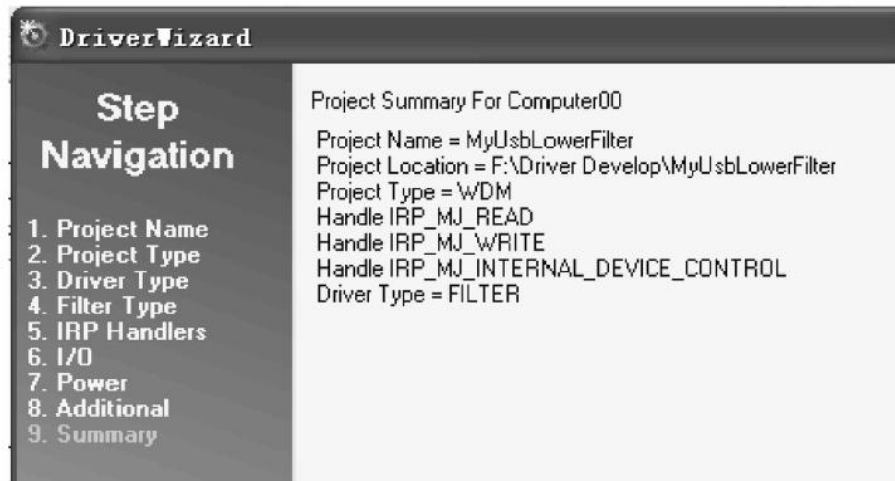

图 10.2.9 查看总结信息
(9) 查看总结信息, 在这里可以大致检查一下设置是否正确, 如果发现有错误, 还可以后退修改。确认无误后, 就可以单击 Finish 按钮完成向导了, 如图 10.2.9 所示。
(10) 编译工程。选择驱动工程, 编译, 同样会出现找不到 ntstrsafe.lib 的错误, 在工程的 Settings 里将 ntstrsafe.lib 删除即可(参看第 9 章)。编译成功之后, 就会在相应的目录(调试和发布版)下生成一个 MyUsbLowerFilter.sys 文件, 它就是我们最终需要的驱动文件(当然接下来还需要修改相关的代码)。